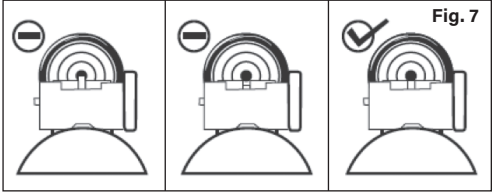

Fig. 6
3. Setzen Sie das Magazin mit dem Deckel zum Gewehrkolben zeigend von der rechten Seite ein und drücken Sie es nach innen, bis es einrastet (Abb. 6).